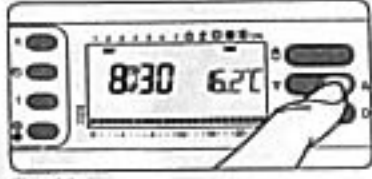

Fig. 36
**6.4** - Impostare il valore di temperatura desiderato per **T1** agendo sul pulsante **▽** oppure **△** (fig. 36).